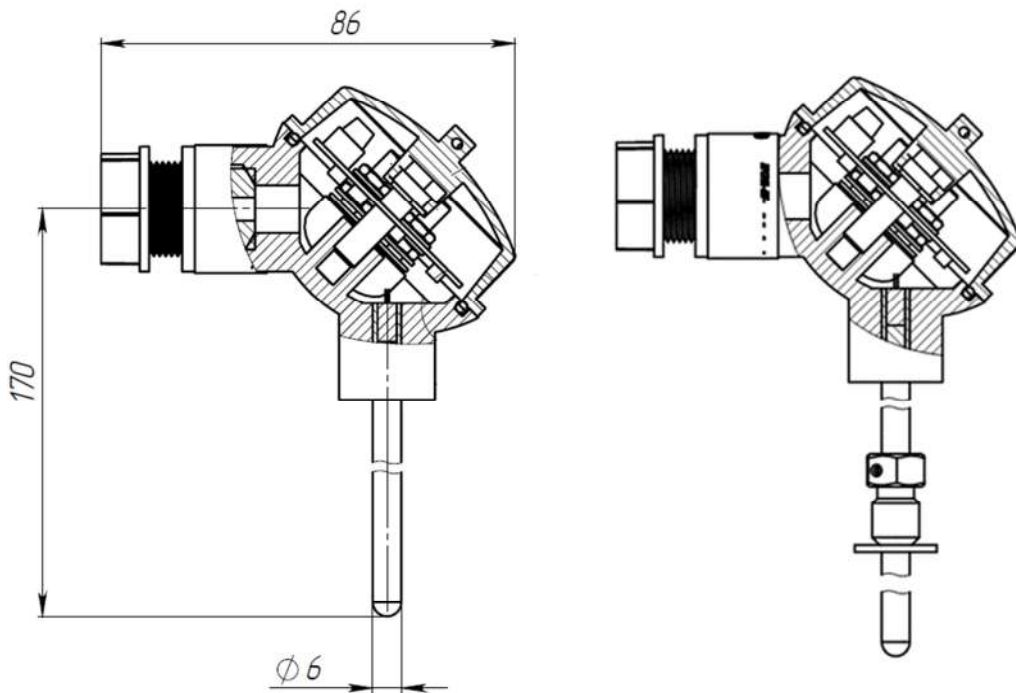

Рисунок 1 - Внешний вид и габаритные размеры ПТ моделей ПРОМА-ПТ-201-ZZ-L-Г-Т
Габаритные размеры (без монтажной части), не более, мм	См. рис. 1 - 4
1.2.3. Внешний вид и габаритные размеры ПТ приведены на рис. 1 - 5.